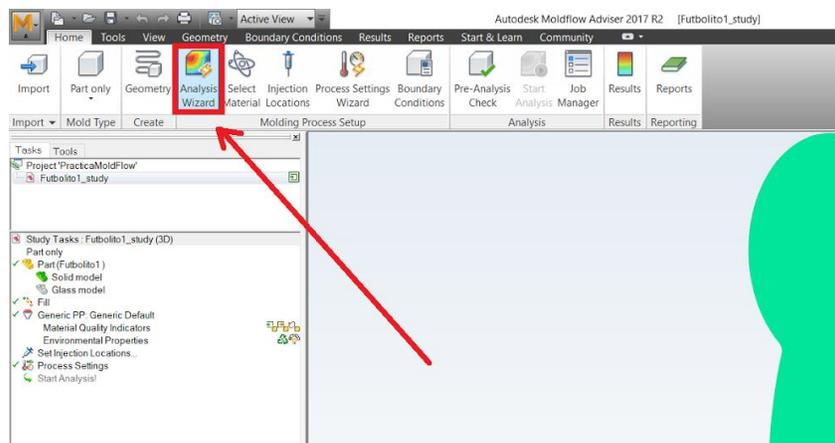

Figura 6.9 Abrir función **Analysis Wizard**
- En el menú superior de la pantalla, seleccionar **Analysis Wizard** (Figura 6.9).